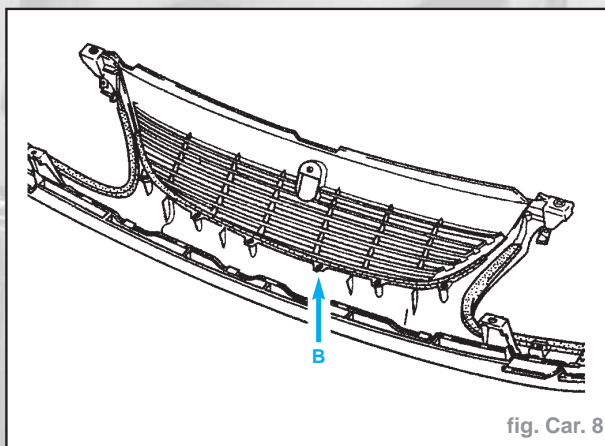

fig. Car. 8
**Particularités :** La calandre est en deux parties pour désolidariser celle-ci ôter les vis (B) (fig. Car. 8).